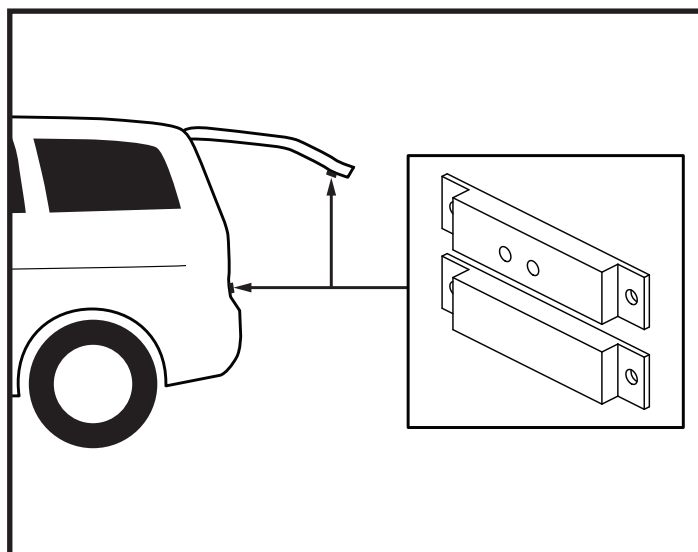

Figure 1. Interrupteur de verrouillage de sécurité
**MISE EN GARDE!** Inspectez le interrupteur de sécurité du véhicule pour déceler tout dommage avant le levage. Voir la figure 1.